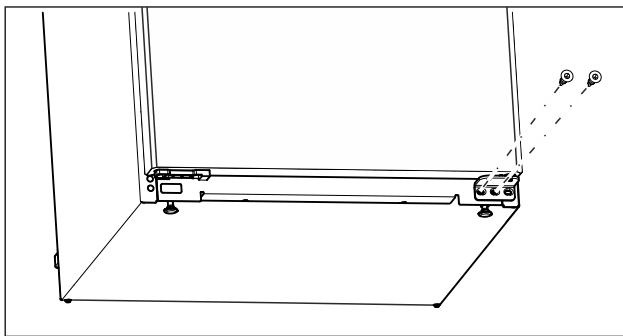

Fig. 11
- ▶ Na dolnej ložiskovej konzole vyskrutkujte strednú skrutku skrutkovačom Torx 20. (pozri Fig. 11)
- ▶ Na dolnej ložiskovej konzole vyskrutkujte vnútornú skrutku skrutkovačom Torx 20. (pozri Fig. 11)